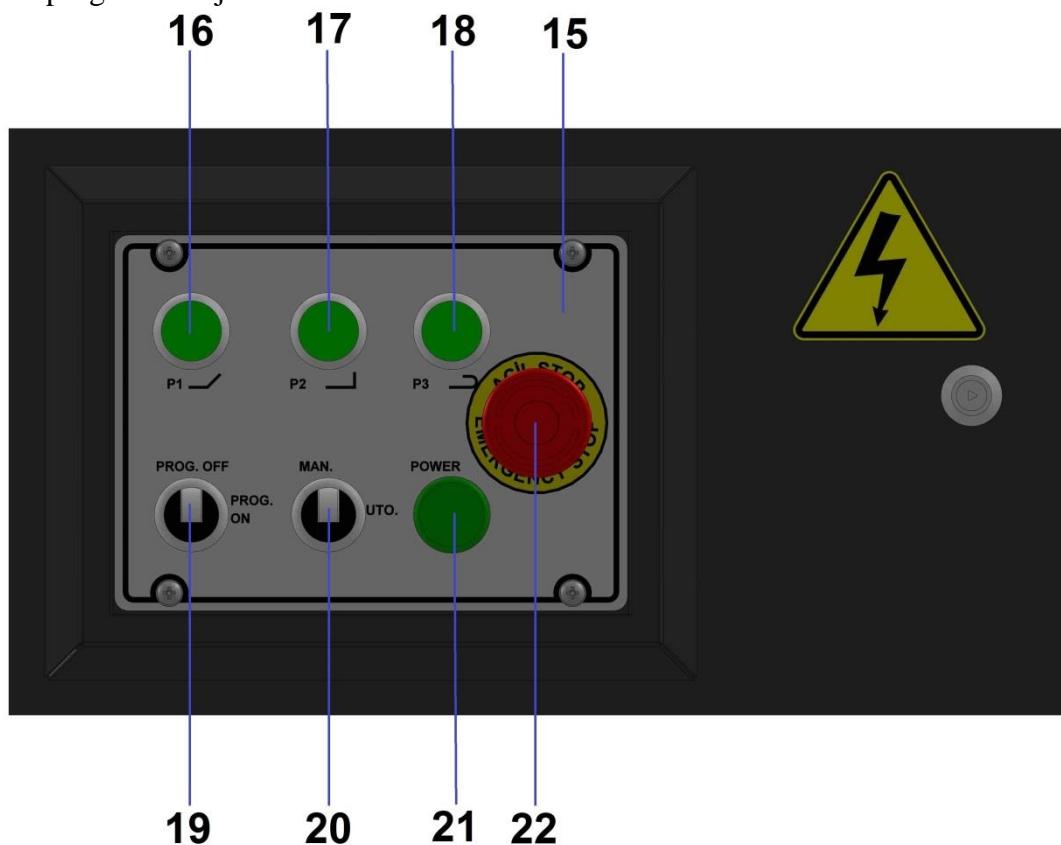

Figure 4: Boutons de commande de la machine manuelle 380V
- Sélectionnez la forme de cintrage à l'aide des boutons sur le panneau de commande. (Figure 4 N° 16, 17, 18)
- Pour les cintrages d'étriers, placez le bouton PROG. ON-OFF (Figure 4 N° 19) en position "ON" et un maximum de 9 cintrages différents peut être ajusté à la fois, et le cintrage peut être effectué dans l'ordre réglé.
- Une fois l'ajustement terminé, placez le bouton MAN-AUTO (Figure 4 N° 20) en position AUTO et commencez le cintrage en série.
- En cas d'urgence, la machine peut être arrêtée en appuyant sur le bouton 'arrêt d'urgence' du panneau de commande (Figure 4 N° 22). Lorsque vous recommencez à cintrer, la machine redémarrera depuis le dernier programme ajusté.